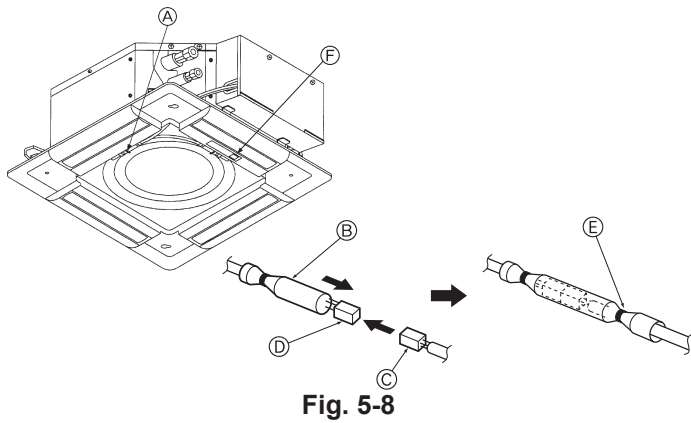

Fig. 5-8
5.3.4. Σύνδεση καλωδίων (Fig. 5-8)